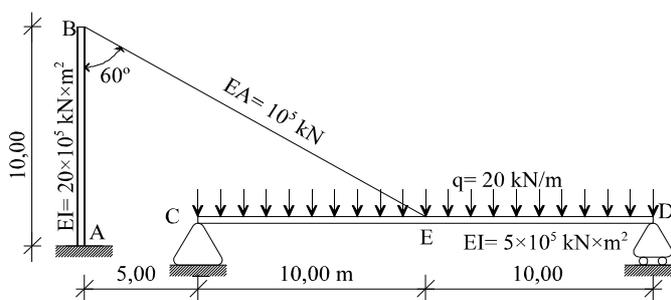

Figura 19
19) La estructura de la figura 19 consiste en una viga CD atirantada en su centro de vano E por un cable BE , el cual se sujeta en su otro extremo a un mástil vertical AB . Las rigideces EI de la viga y del mástil y la rigidez EA del cable se dan en la propia figura. La viga CD soporta la sobrecarga uniforme que también se muestra en la figura. Se pide: